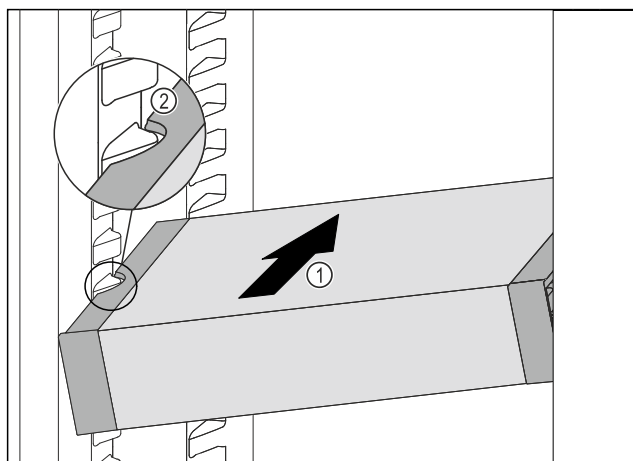

Fig. 125
- Inserire VarioSafe ad angolo nel vano frigorifero Fig. 125 (1), fino a quando le cavità laterali Fig. 125 (2) di VarioSafe non si trovano al livello della nervatura del contenitore nel vano frigorifero.